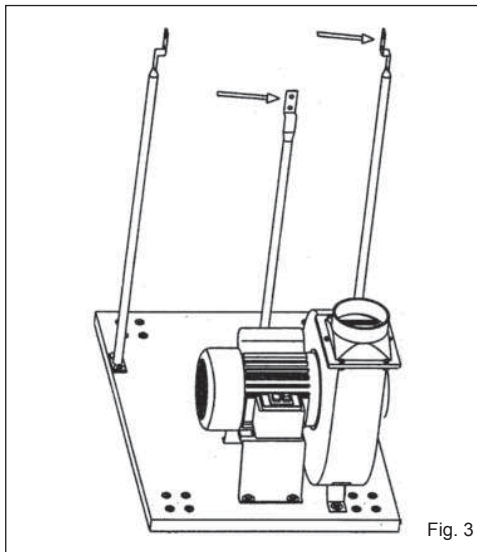

Fig. 3
- Die seitlichen Stützen und die Trommeltragstangen mit den hierfür vorgesehenen Schrauben, Unterlegscheiben und Muttern auf dem rechteckigen Untergestell befestigen (**Abb. 3**).